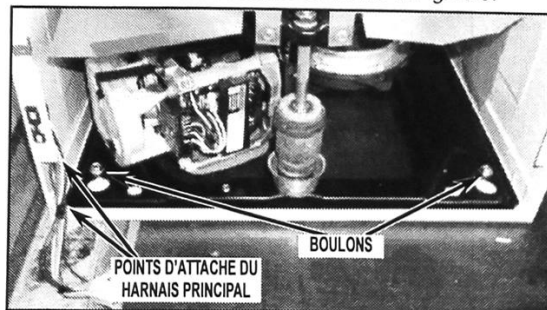
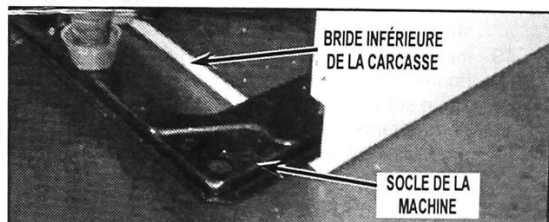

FIGURE 9
FIGURE 10
12. Retirer les deux (2) boulons fixant le socle de la machine à la caisse de la laveuse comme le montre la Figure 9.
13. Retirer l'ensemble machine de la caisse en saisissant la partie avant de la bague de cuve et en inclinant l'avant de l'ensemble légèrement vers le haut pour dégager la bride inférieure de la caisse. Faire glisser l'ensemble machine vers l'avant par rapport à la caisse. Voir Figure 10. Veiller à ne pas coincer les fils du harnais principal. Voir Figure 9.